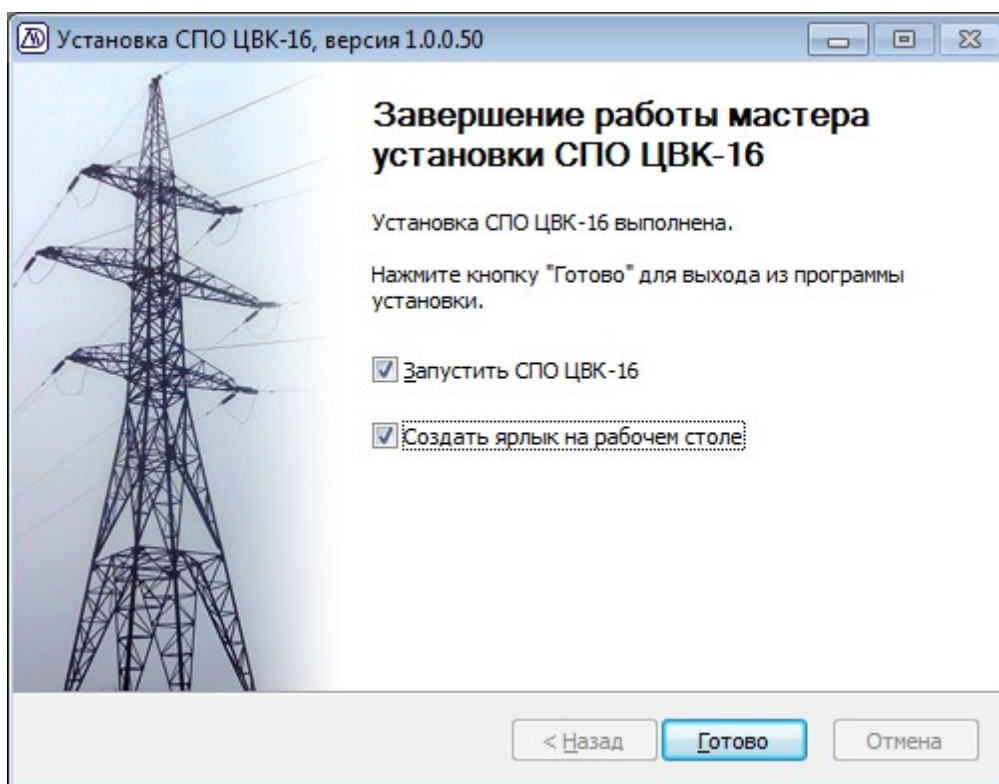

Рисунок 2.7. Окно завершения установки СПО
- б) После окончания копирования появится окно завершения установки, рис.2.7. Нажмите на кнопку “Готово” для выхода из установщика.